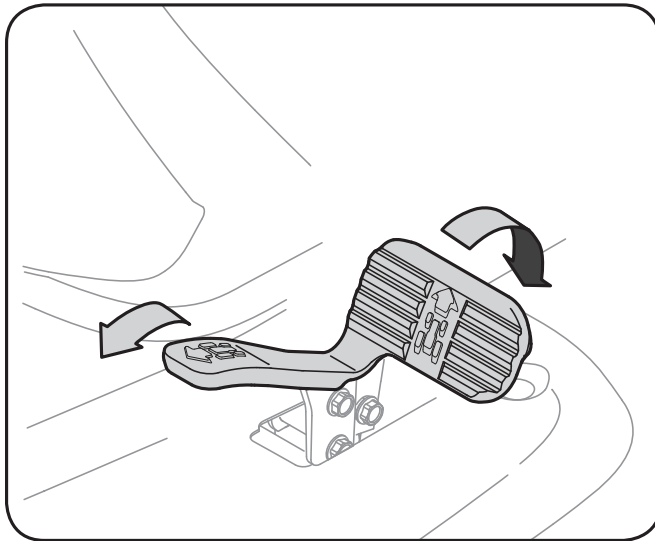

Figure 5-1
2. Pour vous déplacer en MARCHE AVANT, appuyez lentement sur la pédale d'accélérateur jusqu'à l'obtention de la vitesse désirée. Voir la Figure 5-1.
3. Pour vous déplacer en MARCHE ARRIÈRE, assurez-vous qu'il n'y a pas d'obstruction derrière vous, puis appuyez lentement sur la pédale d'accélérateur avec la plante de votre pied (et pas votre talon) jusqu'à l'obtention de la vitesse désirée. Voir la Figure 5-1.